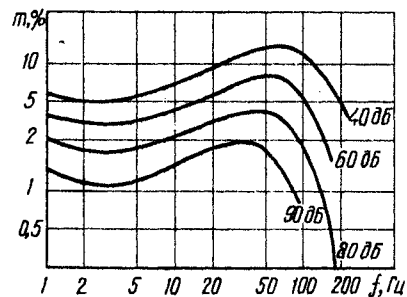

Рис. 3
Рассмотрим теперь, какие минимальные изменения уровня воспринимаются на слух. На рис. 3 показаны зависимости порога слышимости синусоидального тона частотой 1 кГц и уровнем 40, 60, 80 и 90 дБ от глубины и частоты его модуляции синусоидальным тоном переменной частоты. Из рисунка видно, что наиболее чувствителен слух к частоте модуляции 3...4 Гц. На этой частоте при уровне тона 90 дБ слух воспринимает глубину модуляции около 1%.
2. При использовании нестабилизированных источников питания низкочастотные составляющие с частотами вблизи 50, 100 и 200 Гц оказываются промодулированными пульсациями напряжения выпрямителя. На слух это воспринимается, как бииения. Особенно сильно этот эффект проявляется при максимальной мощности УМЗЧ. Восприимчивость слуха к такого рода искажениям иллюстрирует рис. 3. По-видимому, наличием этих искажений можно объяснить, что при больших амплитудах пульсаций «басы» приобретают «жесткость». Глубина амплитудной модуляции определяется выходным сопротивлением выпрямителя и коэффициентом пульсаций питающего напряжения. Устранить этот эффект можно двумя методами. Первый и самый очевидный — применение стабилизатора. Однако создание стабилизатора на ток порядка 10...15 А (в импульсе) дело довольно сложное и дорогостоящее. Второй метод — увеличение глубины ООС, что требует и соответствующего увеличения коэффициента усиления УМЗЧ (K_0). Но по ряду причин (о чем будет сказано ниже) и это далеко не оптимальный вариант.
Необходимое значение частоты f_n можно выбрать, руководствуясь зависимостями, приведенными на рис. 3.